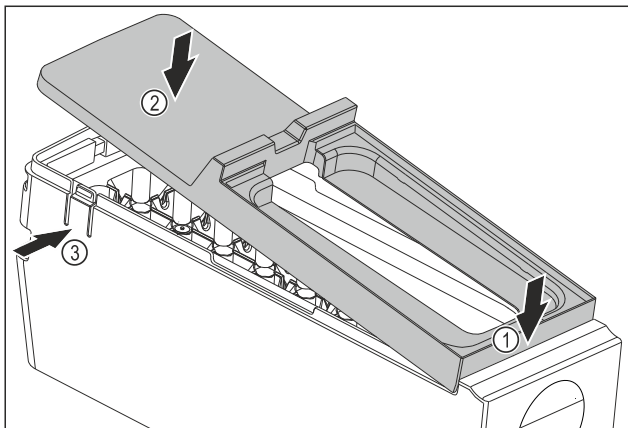

Fig. 94
- ▶ Abdeckung des EasyTwist-Ice-Korpus montieren: Abdeckung vorne ansetzen. Fig. 94 (1)
- ▶ Abdeckung hinten absenken. Fig. 94 (2)
- ▷ Abdeckung rastet hörbar in beiden Laschen Fig. 94 (3) ein.